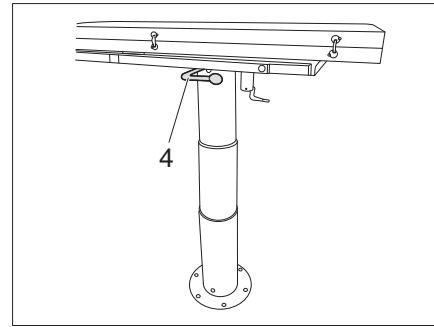

Fig. 116 Mesa plegable, abatible
- Soltar la palanca (Fig. 116,4) para bajar la mesa y presionar la mesa hacia abajo.